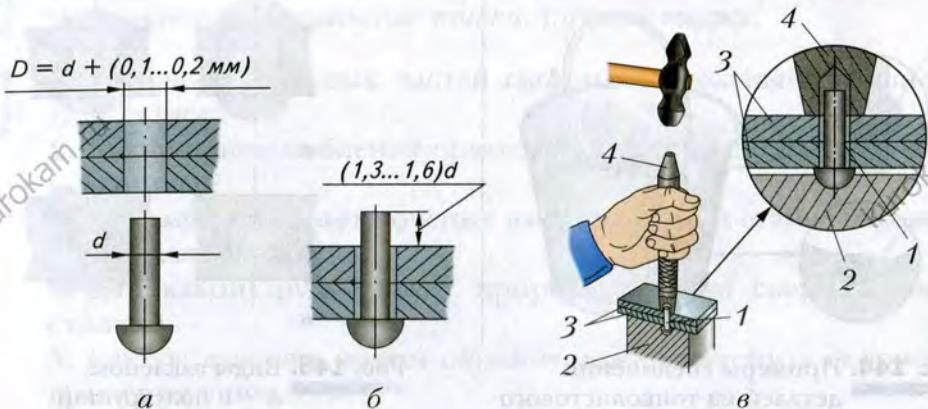

Рис. 147. Последовательность получения заклёпочного соединения:
ки d (рис. 147, а).
ли на $(1,3...1,6) \times d$ (рис. 147, б).
(рис. 147, в) помещают в выемку металлического бруска, называемого *поддержкой*. Головку прижимают специальным инструментом – *натяжкой* и ударами молотка по натяжке осаживают (ближают) детали одну с другой.
1. Распределите обязанности в группе. Изучите технологию получения заклёпочного соединения (см. рис. 147, 148).